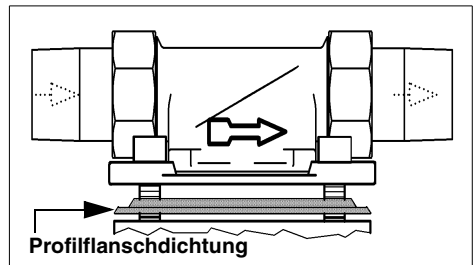

Abb. 5: Einbaudrehflansch
**Der Einbaudrehflansch muss in Fließrichtung installiert werden. Diese ist durch einen eingegossenen Pfeil gekennzeichnet (siehe Abb. 5).**
Das Profil der Profilflanschdichtung muss zum Einbaudrehflansch zeigen (siehe Abb. 5). Wird dies nicht beachtet, so kann es zu Undichtheiten und zum Austreten von Wasser kommen. Dabei können Wasserschäden an Haus und Einrichtung entstehen.